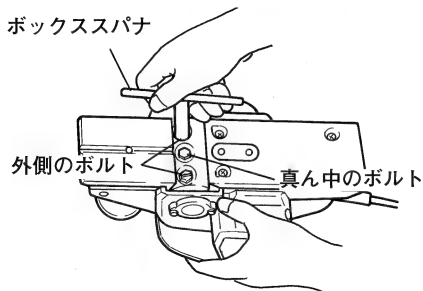

図 30
(1) 付属のボックススパナで外側のボルト(2本)をゆるめ、つぎに、そのまま軽く締めなおします。(図30)
(2) 真ん中のボルトをボックススパナでゆるめて抜き取ります。(図30, 31)